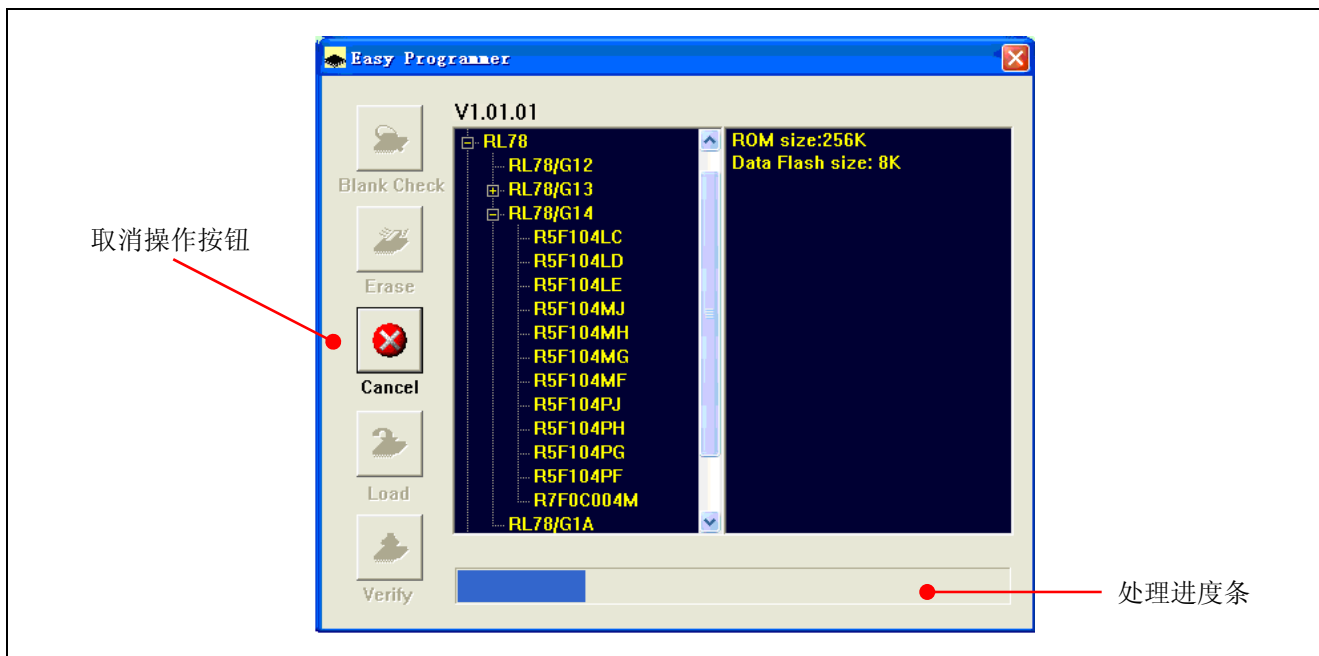

图 2.24 编程过程
4) 加载完成后，如图 2.24 所示，PC GUI 开始编程并显示编程的进度。在编程的过程中，“Program”按钮变为“Cancel”按钮。点击“Cancel”按钮可以停止编程。但是注意，即使取消编程，仍有部分程序被烧写（并且是以块的形式被烧写）。